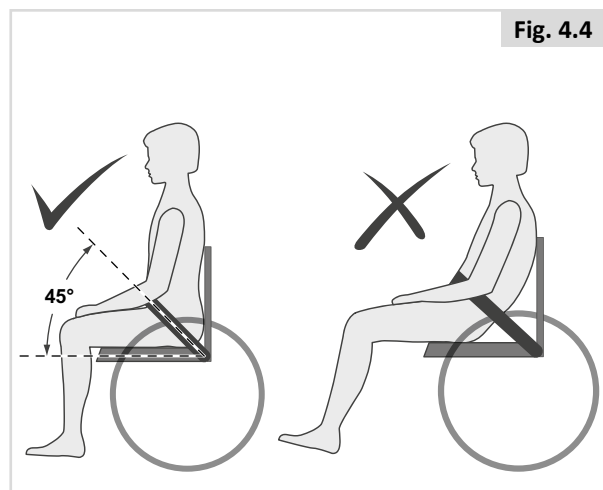

Fig. 4.4
- Por lo general, la correa debe quedar posicionada de modo que las correas estén en un ángulo aproximado de 45 grados (Fig. 4.4), y cuando se lo ajusta correctamente, debe impedir que el usuario resbale hacia abajo del asiento.